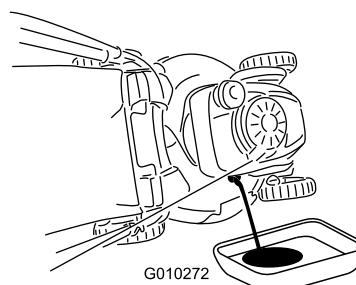

Figura 40
4. Ponga el cortacésped de lado (con el filtro de aire hacia arriba) para drenar el aceite usado a través del tubo de llenado de aceite (Figura 40).